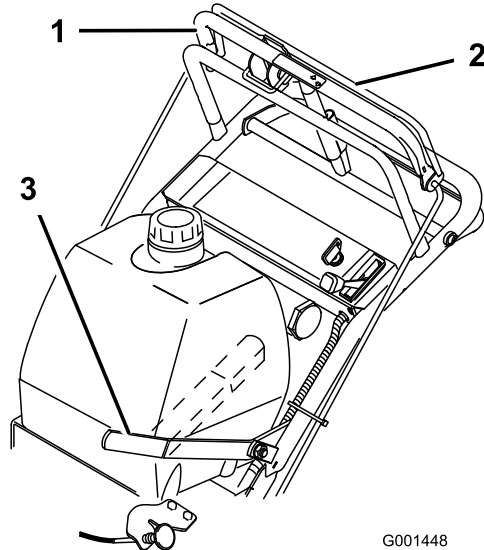

Figure 9
1. Pour engager les lames, serrez la barre de commande des lames contre la barre de commande supérieure (Figure 9).
Pour désengager les lames, tirez le levier de commande des lames à fond en arrière (Figure 9). Le moteur s'arrêtera quand la barre de commande des lames sera relâchée alors que le levier de commande est engagé.